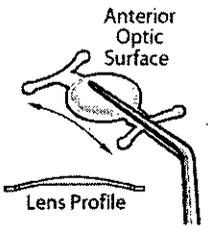
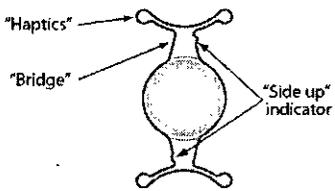

Figura 4
Figura 5
4. Retirar la lente del envase sujetando la parte central de la óptica con la superficie anterior mirando hacia arriba. Asegurarse de que la pinza abarca más de 3/4 de la óptica, tal y como se muestra en la Figura 4. Utilizar una pinza lisa sin puntas dentadas, como la ASICO* AE-4245, JANACH** J21 88.40, o equivalente.
5. Comprobar que el lado correcto de la óptica está mirando hacia arriba (superficie de la óptica anterior mirando hacia arriba) para lo que se deberá comprobar que la lente adquiere la forma de bóveda hacia arriba (Figura 4) y que los indicadores de "hacia arriba" señalan en el sentido de las agujas del reloj (Figura 5).